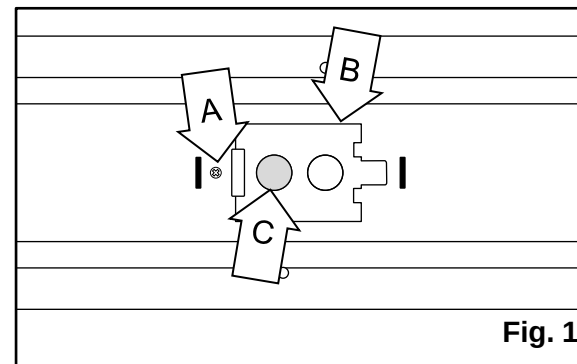

Fig. 1
1. Retire el **tornillo (A)**, cerca de la **placa de acceso (B)** situado en la parte posterior del luminario. [Fig. 1]
2. Perfore una de las **entradas (C)** en la **placa de acceso (B)**. [Fig. 1]
5. Coloque la **placa de acceso (B)** sobre el luminario y fíjelo con el **tornillo (A)** que retiró previamente. [Fig. 1]
1. Retire los dos **tornillos (E)** cerca de la cubierta que se encuentra en la parte posterior de la luminaria. Retire la cubierta. [Fig. 1]